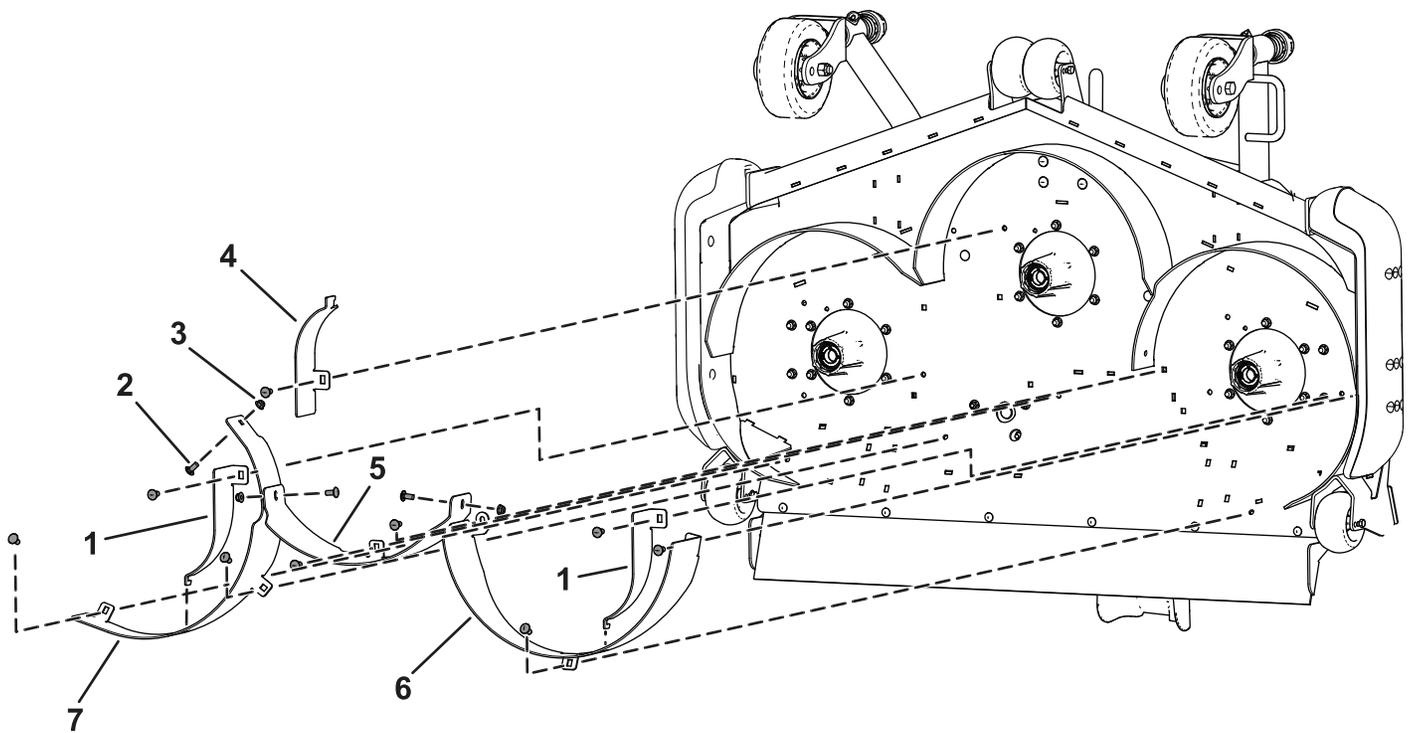

図 6
1. 右後バッフルを刈り込みデッキに仮止めするキャリッジボルト $3/8 \times 7/8$ "3本とロックナット $3/8$ "3個を使用して図 6 のように取り付ける。
2. 左後バッフルを刈り込みデッキに仮止めするキャリッジボルト $3/8 \times 7/8$ "3本とロックナット $3/8$ "3個を使用して図 6 のように取り付ける。
3. 中央後バッフルを刈り込みデッキに仮止めするキャリッジボルト $2/8 \times 7/8$ "3本とロックナット $2/8$ "3個を使用して図 6 のように取り付ける。
4. 中央後バッフルを右後バッフルに仮止めするキャリッジボルト $3/8 \times 7/8$ "1本とロックナット $3/8$ "3個を使用して図 6 のように取り付ける。
5. サイドキッカーバッフル2枚とセンターキッカーバッフルを仮止めするキャリッジボルト $3/8 \times 7/8$ "3本とロックナット $3/8$ "3個を使用して図 6 のように取り付ける。